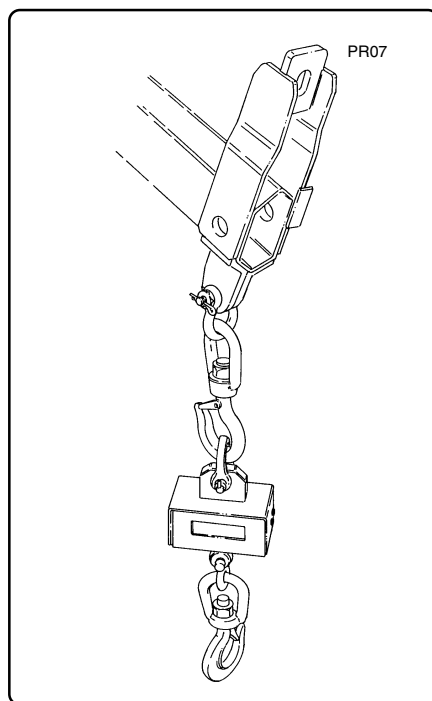

fig. 9.1.4
- conoscere con precisione il peso da sollevare. Per tale scopo utilizzare un'opportuno strumento di pesatura come ad esempio un dinamometro (vedi fig. 9.1.4) fornito su richiesta.
- *know the exact weight that is to be lifted. To find out the exact weight, use a suitable weighing instrument such as a force gauge (see fig. 9.1.4). This can be supplied on request.*